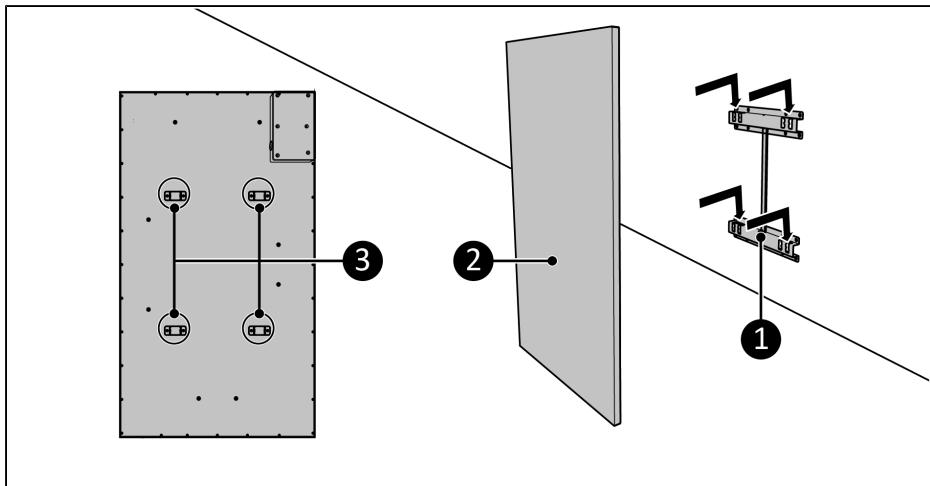

Figure 74.
5. Placez les supports de l'appareil (Figure 74, pos. 3) sur le support mural (Figure 74, pos. 1).
6. Glissez l'appareil (Figure 74, pos. 2) dans les ouvertures du support mural (Figure 74, pos. 1).